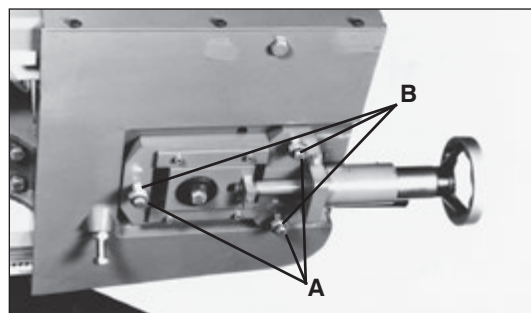

Fig. 5
4. Desserrez les trois boulons (A, Fig. 5) situés sur le dessus des écrous de réglage d'alignement.
5. Le réglage d'alignement s'effectue en serrant ou en desserrant, selon le cas, les trois écrous de réglage (B, Fig. 5).
7. Serrez les boulons d'arrêt (A) une fois le réglage d'alignement terminé.